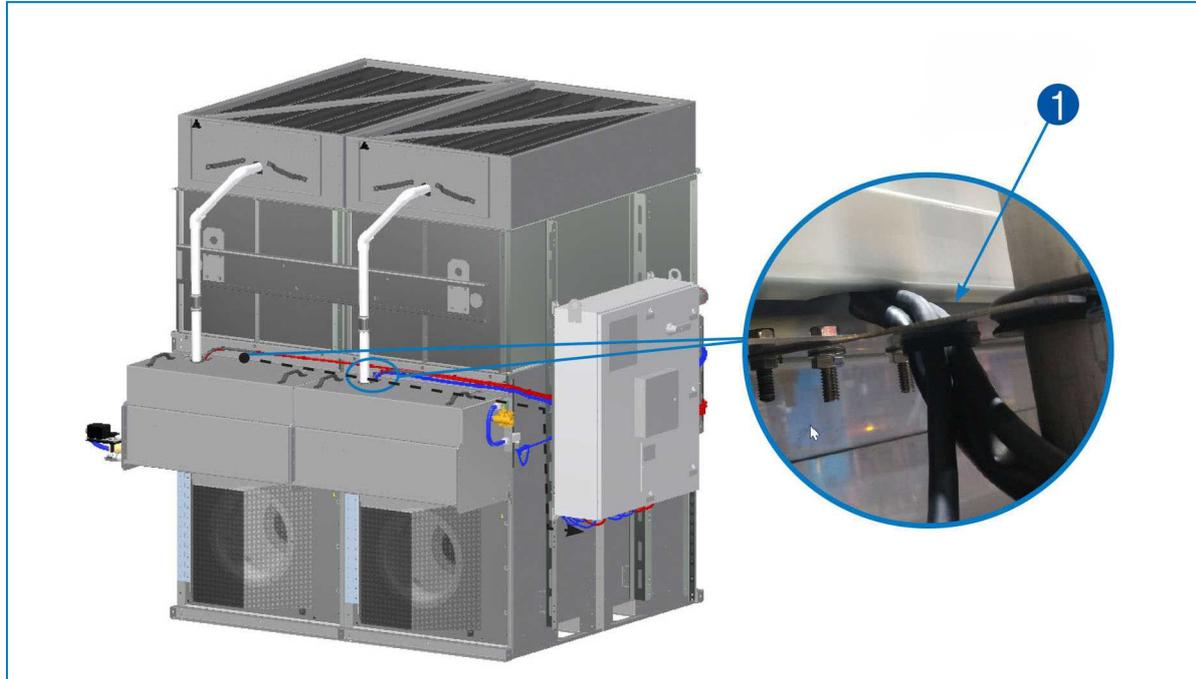

Abbildung 18 Pumpenkabel zur Konsole des iPilot™-Steuerungssystems – 1. Pumpenverkabelung durch Gummidichtung.
8. Verlegen Sie das Pumpenkabel durch die Gummidichtung oben am Sprühwasserbecken. Folgen Sie dem Kabelweg zum Steuerkonsolenende. Ziehen Sie das Pumpenkabel oben am Langloch mit Randstreifen am Steuerkonsolen-Montagekanal. Ziehen Sie jedes Kabel durch die einzelnen Zugentlastungen unten in der Steuerkonsole und schließen Sie dann die einzelnen Kabel an die richtige Klemmleiste an. Befolgen Sie den Schaltplan in der Steuerkonsole. Siehe Abbildung 18.